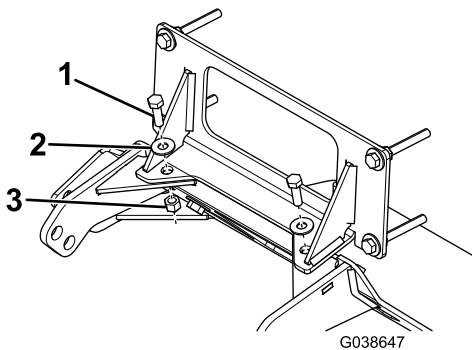

Bild 4
9. Befestigen Sie die obere Platte mit zwei kurzen Schrauben (5/16") und zwei Scheiben (5/16") am Pflugunterfahrerschutz, und lassen Sie die Befestigungen handfest angezogen (Bild 4).